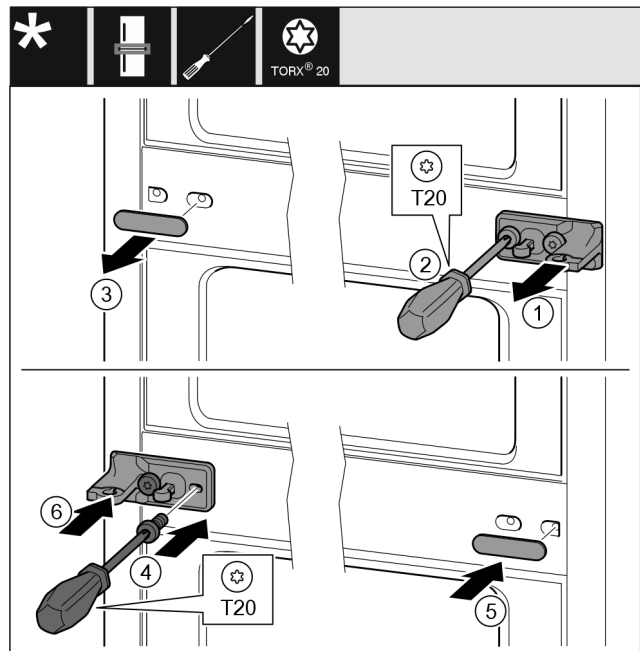

Fig. 12
- ▶ Trekk av skiven Fig. 12 (1).
- ▶ Skru ut skruene Fig. 12 (2) med en skrutrekker.
- ▶ Trekk dekselet Fig. 12 (3) forsiktig av.
- ▶ Skru fast lagerblokken med folie Fig. 12 (4) dreid 180° på den andre siden.
- ▶ Monter dekselet Fig. 12 (5) dreid 180° på den andre siden.
- ▶ Skyv på skiven Fig. 12 (6) forfra.